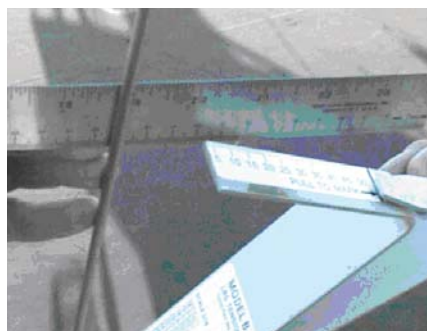

Figura 4
▶ Ahora debemos chequear que la carlinga está en su correcta posición. Con el popel desconectado mediremos la tensión del stay de proa. La medida del tensiómetro debe ser entre 20-30 mm cuando midamos la tensión del stay de proa. (Ver figura 4).